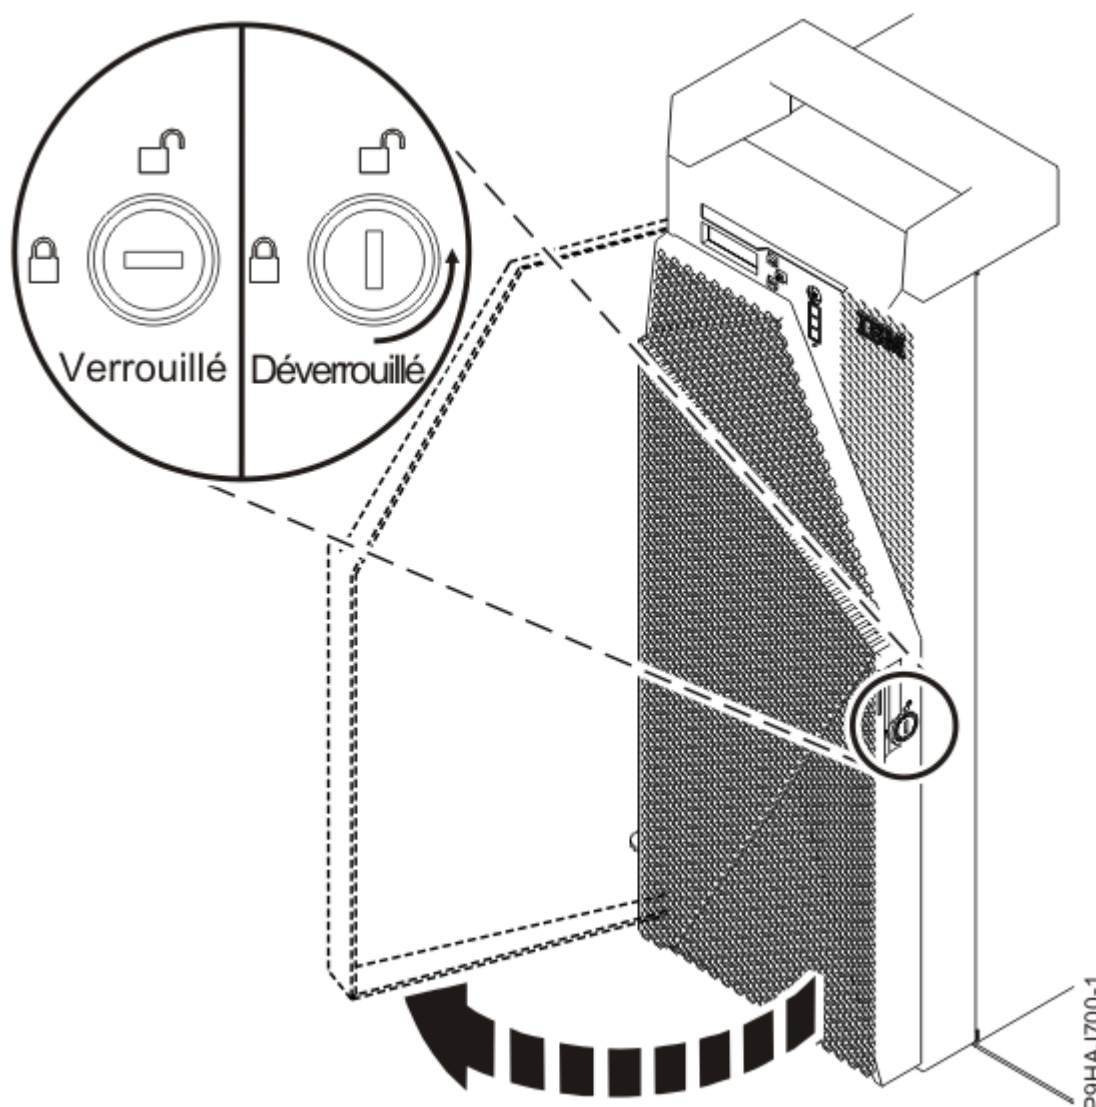

Figure 99. Déverrouillage du volet avant
- a) Insérez la clé du volet avant dans le verrou, comme illustré dans la Figure 99, à la page 106.